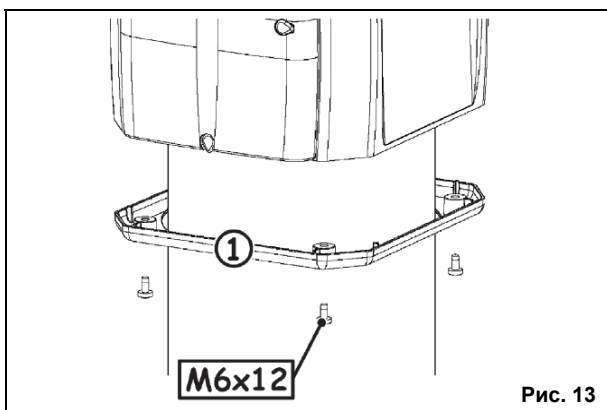

Рис. 13
11. Нижнее основание корпуса (рис. 13, поз. 1) закрепить с помощью четырех прилагаемых винтов.